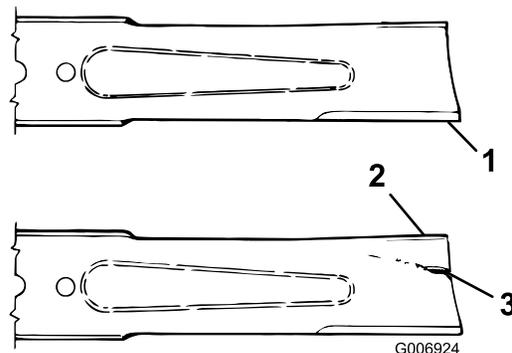

Figura 60
2. Verificate accuratamente i taglienti, con particolare attenzione ai punti d'incontro delle sezioni piatta e curva della lama (Figura 60). Sabbia e materiali abrasivi possono consumare il metallo che connette le sezioni piatta e curva della lama, per cui si consiglia di controllare la lama prima di usare la macchina. Se notate che la lama è consumata (Figura 60), sostituitedla; consultate il paragrafo Rimozione della lama.
Se continuate ad usare la lama usurata, si forma una scanalatura tra la costa e la sezione piatta della lama (Figura 60). Alla fine, un pezzo di lama può staccarsi e venire lanciato dal sottoscocca, con il rischio di ferire gravemente voi o gli astanti.